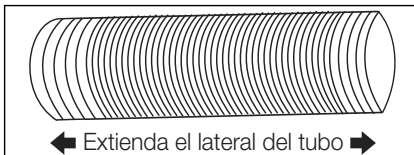
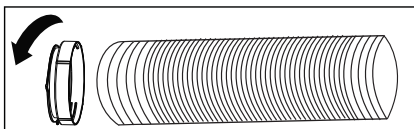

Fig. 5
Fig. 6
3. Extienda cualquiera de los lados de la manguera (fig. 5) y enrosque la manguera al adaptador A (fig. 6).